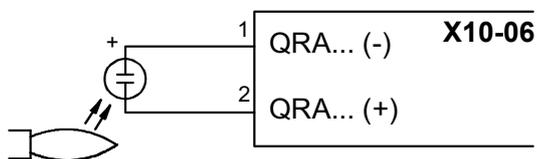

Fig. 42
- Проверить фотозлемент контроля пламени, почистить, подправить, а при необходимости - заменить (на стр. 50). В случае возникновения сомнений, проверить контур улавливания пламени, после запуска горелки, следуя схемам на Fig. 42.